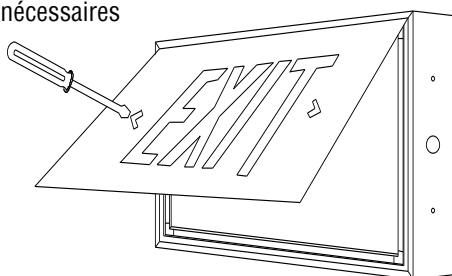

Figure 4
6. Effectuer les connexions à l'alimentation d'après le schéma de câblage fourni (Figure 4). **Isoler tout fil électrique non utilisé ! MISE EN GARDE ! Omettre d'isoler un fil non utilisé peut entraîner un risque de choc électrique, une condition non sécuritaire et une défaillance de l'équipement.**
6. Fixer l'enseigne de sortie au mur ou au plafond à l'aide des vis 1-1/2 po et écrous fournis. Si possible, visser directement à la boîte de jonction. Un croisillon universel est fourni afin de permettre l'ajustement de l'enseigne à l'endroit voulu ou la connexion à un choix de boîtes électriques (Figure 4).